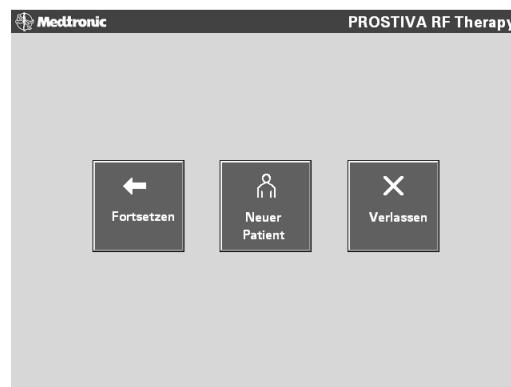

Abbildung 4-15. Fenster für die Einleitung einer neuen Sitzung
16. Betätigen Sie anschließend die Schaltfläche zum Beenden der Therapie (Abbildung 4-14). Auf dem Bildschirm wird nun das Fenster für die Einleitung einer neuen Sitzung angezeigt (Abbildung 4-15).